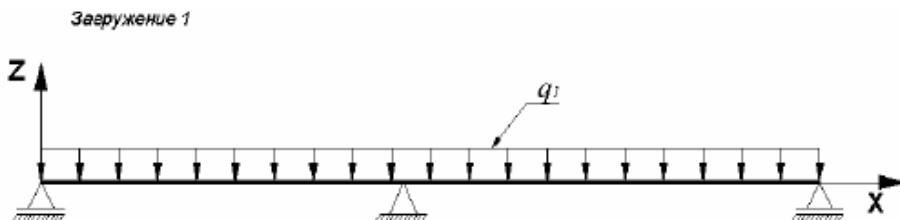

Рис.7.3. Схема загружения 1 балки
- загружение 1 – собственный вес (рис.7.3);